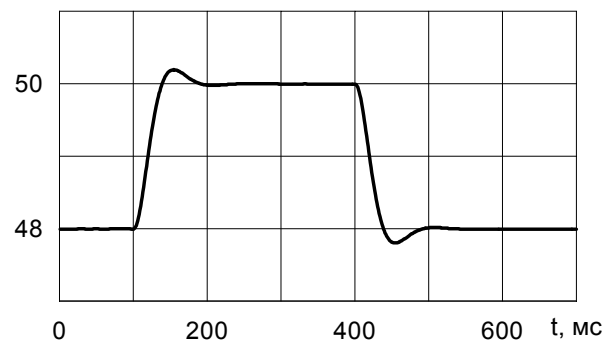

Рис.7.5. Переходные процессы в электроприводе при набросе/сбросе задания по скорости 2рад/с на уровне скорости 48рад/с для различных значений параметра J .
- По виду переходных процессов 'в малом' при набросе/сбросе задания по скорости можно судить о правильности определения величины приведенного к валу двигателя момента инерции J и внести необходимую коррекцию этого параметра (см. рис. 7.5).